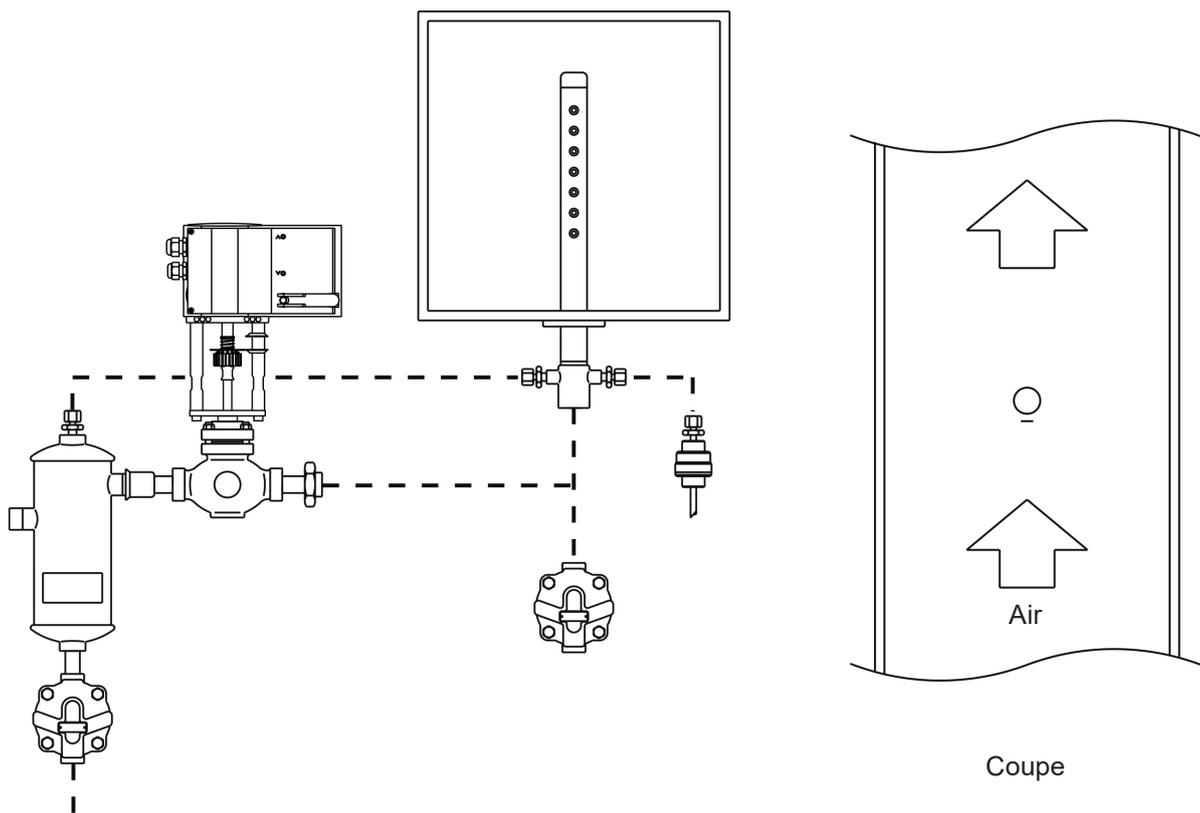

Fig. 15 - Gaine horizontale - Rampe verticale
- 3.2.3** Les raccords fournis permettent l'orientation de la rampe de telle sorte que les buses d'injection soient dirigées face au flux d'air (sauf dans le cas d'installation de la Fig. 15 page 14). Ceci est important et permet de considérer une mise en place de la rampe par le côté gauche ou droit de la gaine.